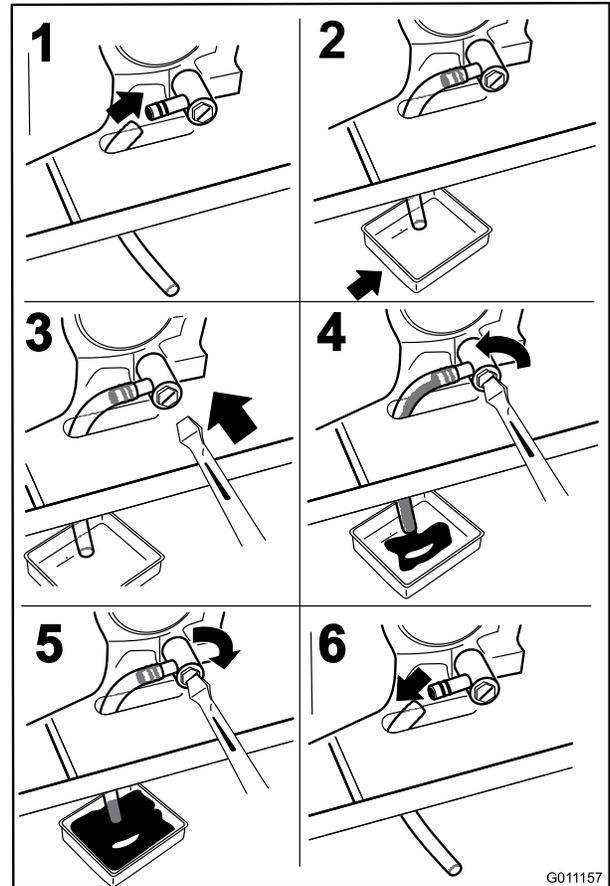

Figura 32
4. Prima di scendere dal posto di guida dell'operatore, spegnete il motore, toglie la chiave di accensione e attendete che si fermino tutte le parti in movimento (Figura 32).